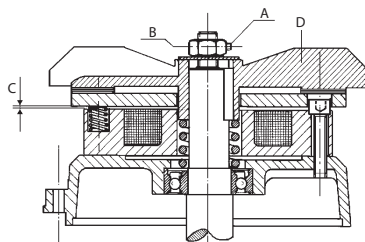

Fig.4
- réglez l'entrefer en dévissant la vis à tête creuse hexagonale "A" puis en agissant sur l'écrou "B" : la mesure "C" doit être comprise entre 0,4 et 0,6 mm. Pendant le fonctionnement du moteur, le ventilateur "D" doit tourner librement sans frotter sur le disque. Remontez ensuite le capot moteur et revissez les 4 vis, (Fig.4).